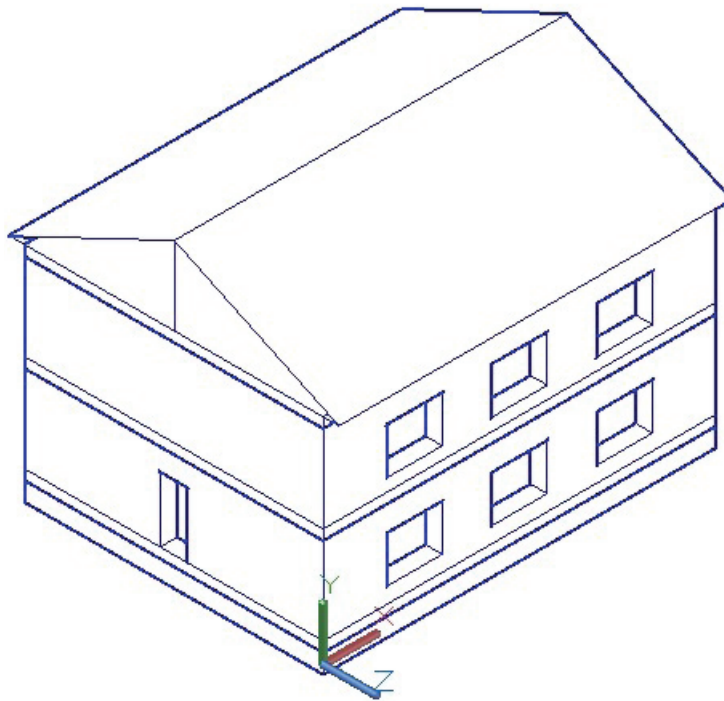

Рис. 3.2.19. Здание с крышей
4) командой **Выдавить**  формируем крышу здания (рис. 3.2.19).